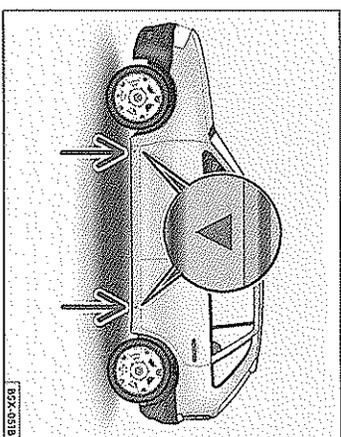

Fig. 11 Puntos de recepción del gato - 3/5 Puertas
1. Ubique el punto de recepción => fig. 11 del gato => ◀ lo más cercano posible de la rueda que se pretende cambiar. La figura muestra como ejemplo la ubicación de los rebajos en la carrocería de un 3/5 Puertas. La ubicación de los rebajos para S. Wagon y Pickup obedecen al mismo concepto descrito para el de 3/5 Puertas.
El gato sólo puede aplicarse en los puntos de recepción indicados => fig. 11. El punto de recepción delantero está a una distancia de 16 cm aproximadamente y el trasero, 21,5 cm del alorjamiento de la rueda. En los largueros de ambos lados, existen rebajos que indican el correspondiente punto de recepción por debajo del vehículo.